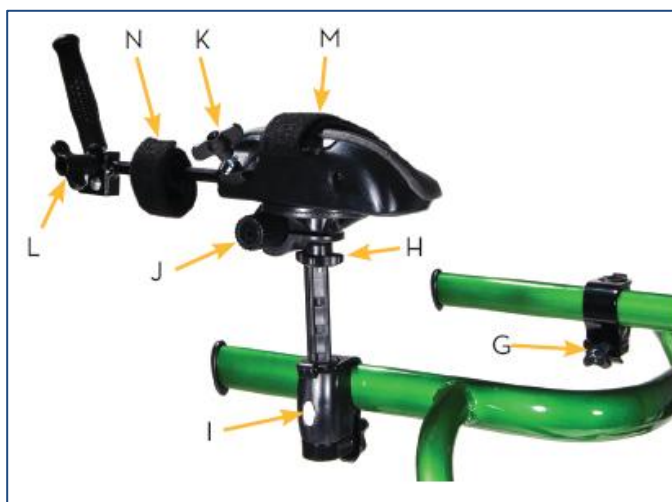

Figura 5
Instalar a plataforma do apoio de braço afrouxando o parafuso H (Figura 5) e colocando a plataforma do apoio de braço na posição desejada.
**Altura:** pressionar o botão I (Figura 5) e deslizar a plataforma do apoio de braço para cima ou para baixo até a altura desejada; soltar o botão I (Figura 5) e mover levemente a plataforma até ouvir o click de encaixe.
- 2) Afrouxar a braçadeira (G) e deslizar o conjunto até a posição desejada.
- 3) Afrouxar o parafuso (H) e posicionar o conjunto para dentro ou para fora na haste (J).
**Rotação:** afrouxar o parafuso (H) para girar para cima, para baixo, para dentro ou para fora. É possível girar 360°.
**Profundidade:** afrouxar o parafuso (H) e deslizar a plataforma de apoio para frente ou para trás e reapertar. Após, executar as seguintes ações, se necessário: